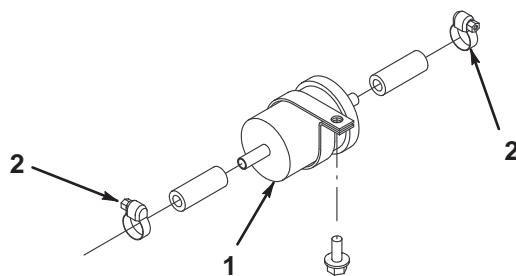

図45
3. ホースを止めているクランプを外し、フィルタ(図45)を取り出す。